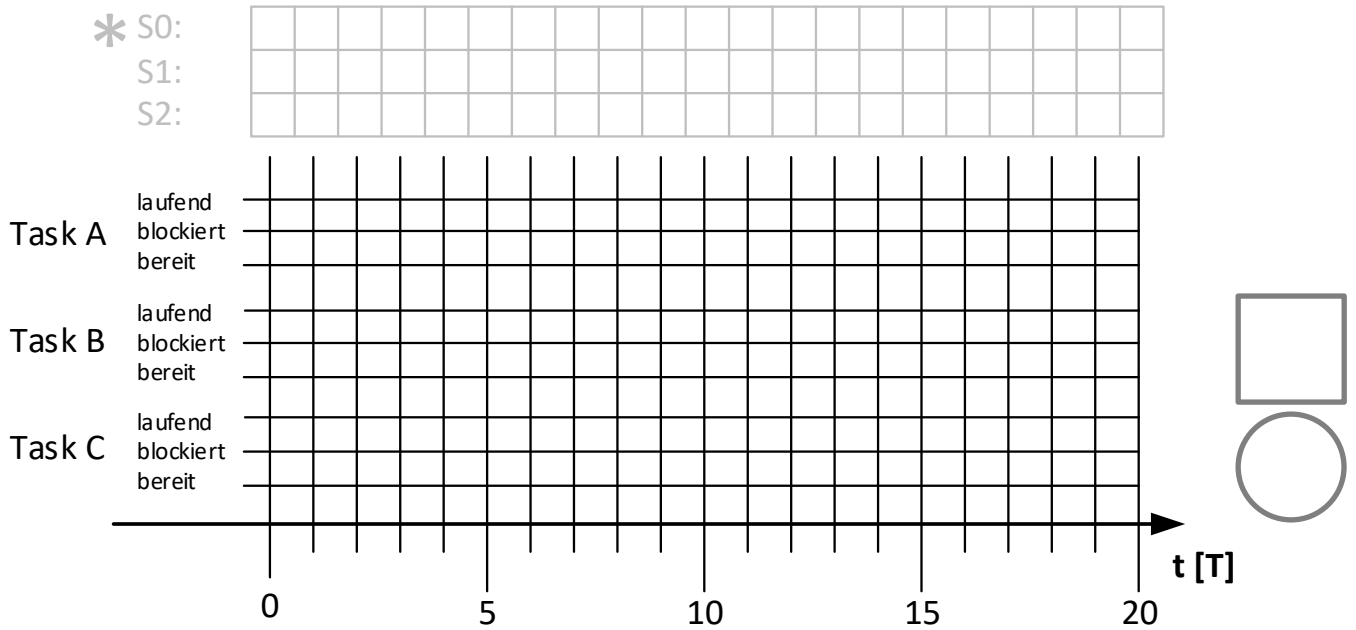

Abbildung 12: Ist-Ablauf der Tasks A, B und C (Priority Ceiling)
a) Ermitteln Sie das zeitliche Ist-Verhalten der Tasks bei Anwendung des Priority Ceiling Protocols im Bereich $0 \leq t < 20 T$. Zeichnen Sie Ihre Lösung in Abbildung 12 ein.